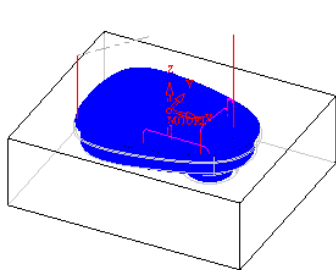

图 3-178 生成的刀具路径(4)
6) 计算刀具路径。完成参数设置后,单击“NC Process Manager”对话框中的保存并计算按钮,运算当前加工程序,此时图形区显示的刀具路径如图3-178所示。